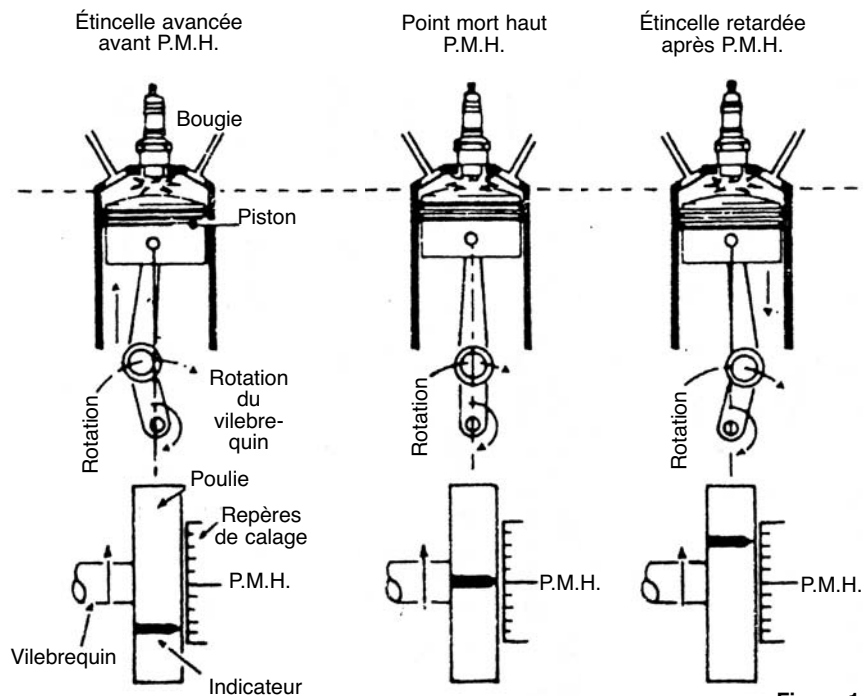

Figure 1
Dans les spécifications du fabricant, le calage idéal est exprimé en degrés avant le point mort haut (avant PMH) ou après le point mort haut (après PMH). Si l'on veut brûler complètement le mélange air-essence dans les cylindres du moteur, la plupart du temps, le calage (timing) est tel que l'étincelle arrive plusieurs degrés avant le point mort haut (par exemple, 4° avant PMH), afin de profiter de l'énergie optimale de l'explosion. Voyez la Figure 1.
Dans la documentation des fabricants de moteurs, vous trouverez aussi les expressions “avance à l’allumage” et “retard à l’allumage”. Comme on peut le voir sur la Figure 1, lorsque le calage est avancé, l’étincelle arrive avant que le piston atteigne le sommet du cylindre du moteur (avant PMH). Dans certaines voitures plus récentes qui sont munies d’un dispositif antipollution, le calage est retardé de manière à ce que l’étincelle arrive après que le piston a commencé à descendre dans le cylindre (après PMH). Pour modifier le calage du moteur, il faut ajuster le distributeur d’allumage.
Afin de permettre le réglage et l’ajustage de l’allumage (timing), des “repères de calage” spéciaux sont tracés sur chaque moteur durant son assemblage. Dans la plupart des cas, ces repères se trouvent sur l’amortisseur de vibrations ou sur la poulie du ventilateur à l’avant du moteur, en bas. Consultez la Figure 1. Sur certains moteurs plus anciens, ces repères se trouvent à l’arrière du moteur, sur son volant.
1. Trouvez les repères de calage du moteur (Figure 1) et servez-vous d'un chiffon pour enlever toute la graisse et la saleté de ces repères et de l'indicateur. Afin de les rendre plus faciles à voir, il pourrait être utile d'utiliser de la craie ou de la peinture blanche sur les repères.